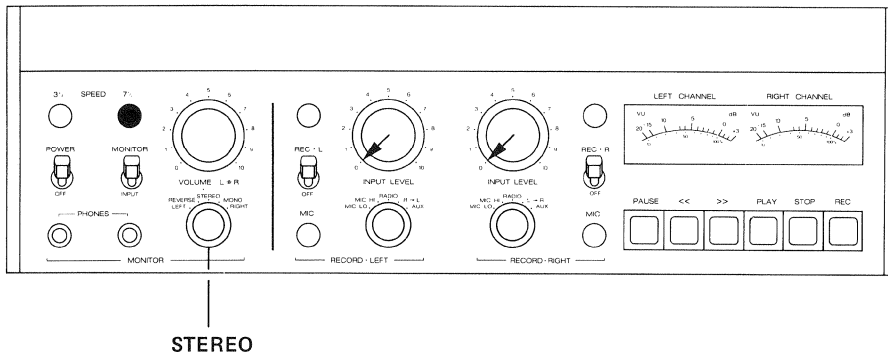

Fig. 6.4.-8
- Effectuez les commutations selon la fig. 6.4.-6.
- Raccordez un millivoltmètre BF à la sortie (51) OUTPUT L + R.
- Bedienungselemente nach Fig. 6.4.-8 einstellen.
- Set operating controls as per fig. 6.4.-8.